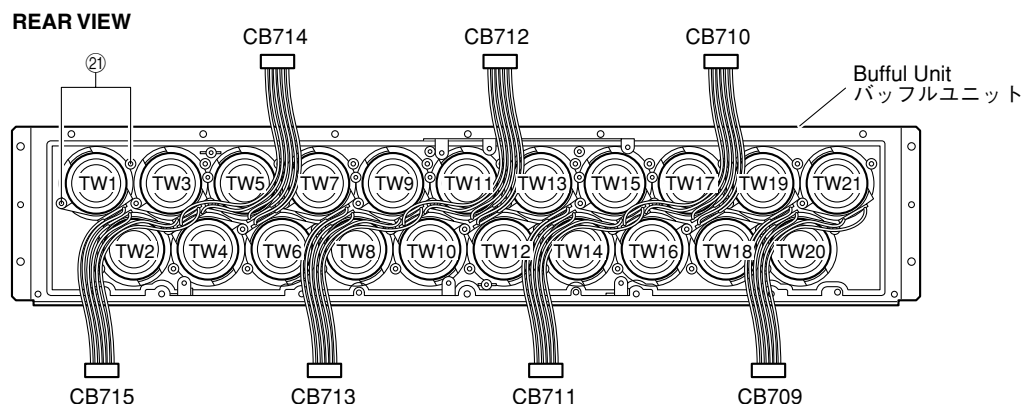

Fig. 7
- Remove 2 screws/piece (21). (Fig. 7)
- Remove the Driver (Tweeter). (Fig. 7)
- 21のネジ 2本/個を外します。(Fig. 7)
- スピーカーユニット(ツイーター)を取り外します。(Fig. 7)
Caution : Make sure that all the removed Driver (tweeter) parts are reinstalled at specified positions. (Fig. 7)
注意：取り外したスピーカーユニット(ツイーター)はすべて決められた位置に取り付けてください。(Fig. 7)